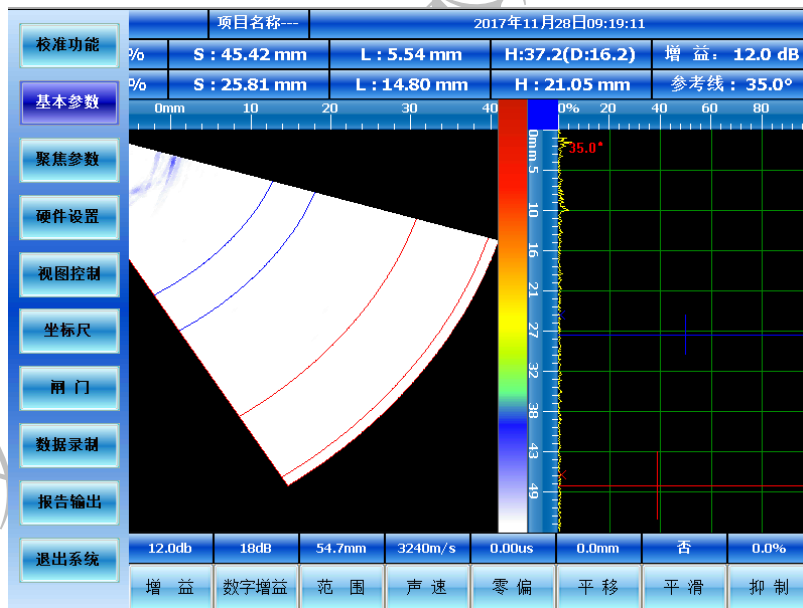

图 2.4
**检测功能：**根据检测工艺进行各种相控阵参数设置，具备 A\S\C\D 多种方式扫描、记录、测量等功能。如图 2.4 所示